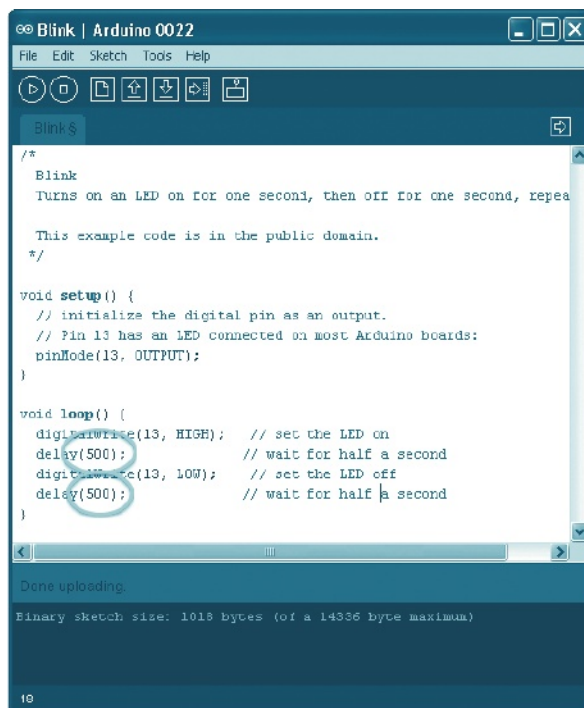

Figura 2-7 Modificando o sketch Blink (pisca-pisca).
– de modo que o retardo passe a ser de 500 milissegundos – `delay(500)`. A Figura 2-7 mostra o sketch modificado, com as alterações realçadas.